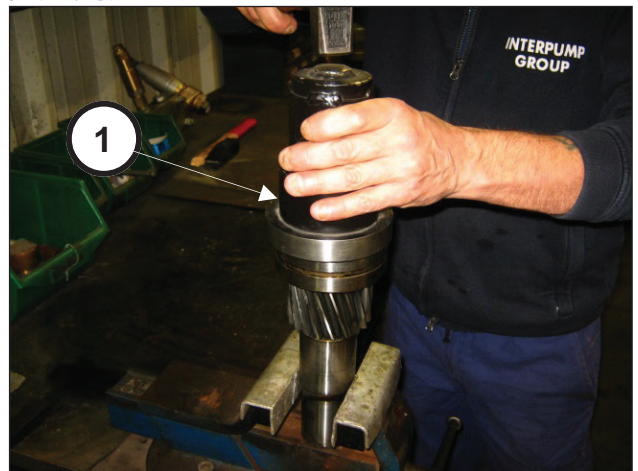

图 75
使用代码为27884800的工具(①，图 75)，将轴承45x100x36安装到链轮上。